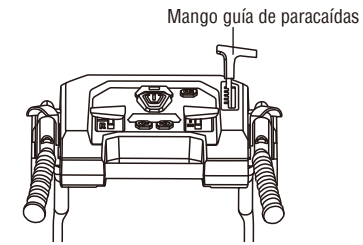

Fig. 10A
**NOTA:** La distancia de lanzamiento de la sopladora de nieve se ajusta ajustando el deflector del conducto hacia arriba o hacia abajo, la máquina ofrece 5 posiciones diferentes (-5°~55°). (Fig. 10A)